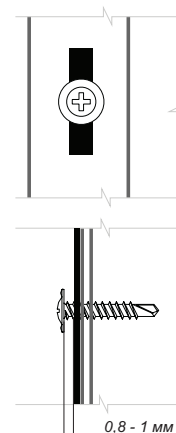

Рис. 16
■ Прижмите панель к обрешетке и закрепите саморезами в гвоздевую полку. Прикручивайте панель от центра к краям. Не крепите сайдинг слишком плотно. Оставьте расстояние примерно 0,8-1 мм между нижним краем шляпки самореза и панелью, так чтобы она имела свободный ход по горизонтали (рис. 16).